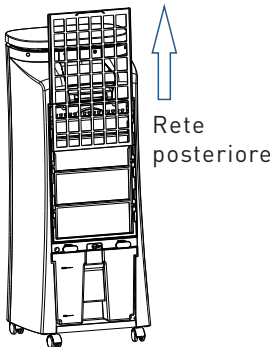

Fig 1
- 1. Per prima cosa rimuovere la griglia posteriore(Fig 1).